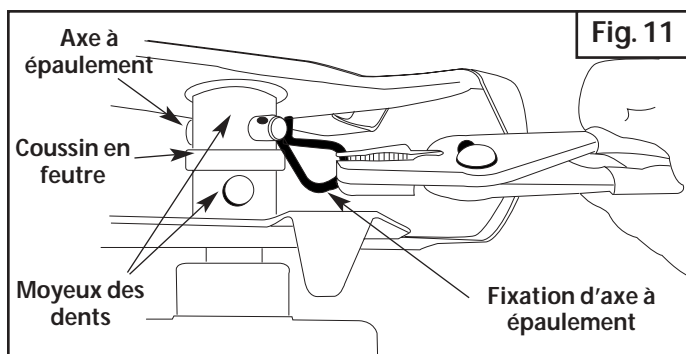

Fig. 11
1. Mettez la commande Marche/Arrêt Stop en position ARRÊT (O). Positionnez et déconnectez le câble de la bougie.
2. Retirez les axes à épaulement et leurs fixations (Fig. 11).